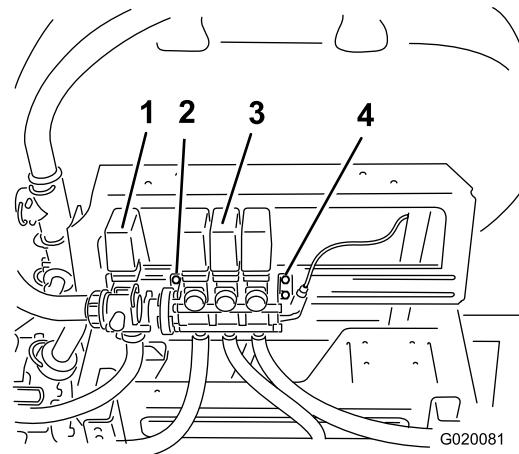
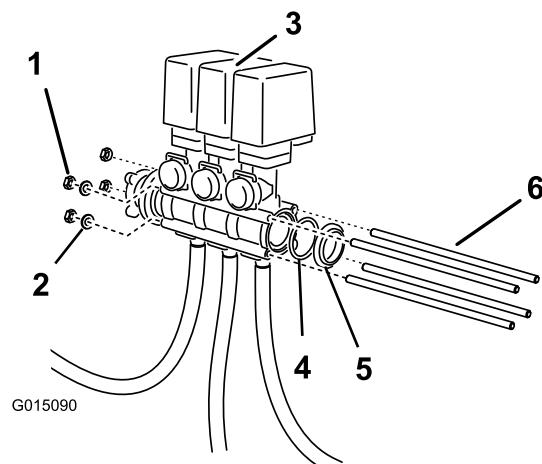

Figura 4
Figura 6
- Allentate, senza rimuoverli, i bulloni che fissano il gruppo valvola della barra alla staffa di montaggio destra (Figura 4).
8. Inserite le aste filettate attraverso i fori dei corpi delle valvole di bypass della barra e, per le 2 staffe più vicine alla guida di montaggio, attraverso la staffa di montaggio sinistra (Figura 4 e Figura 6).